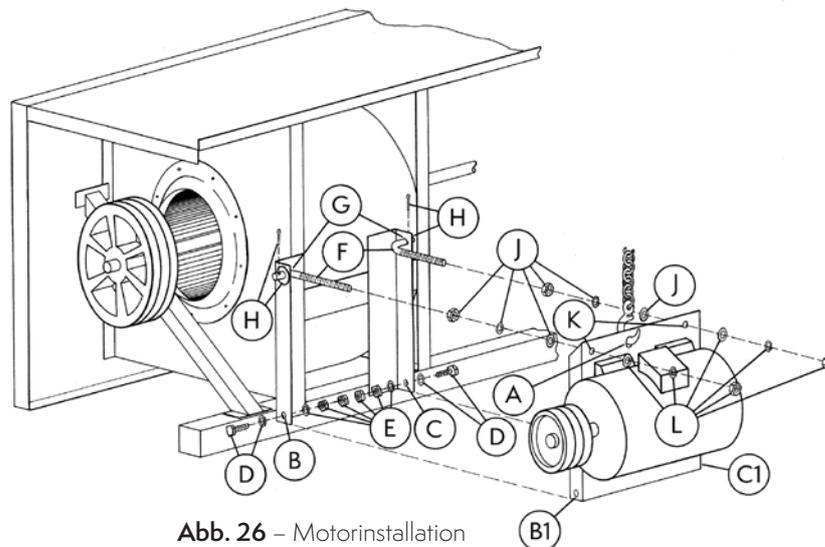

Abb. 26 – Motorinstallation
1. Machen Sie sich mit **Abb. 26** vertraut, bevor Sie den Motorsockel am Aggregat installieren.